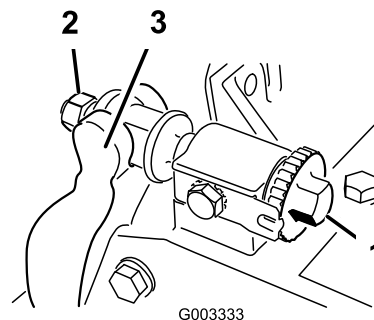

Figura 65
1. Girate in senso antiorario la vite di regolazione della barra di appoggio per allontanare la controlama dal cilindro (Figura 65).